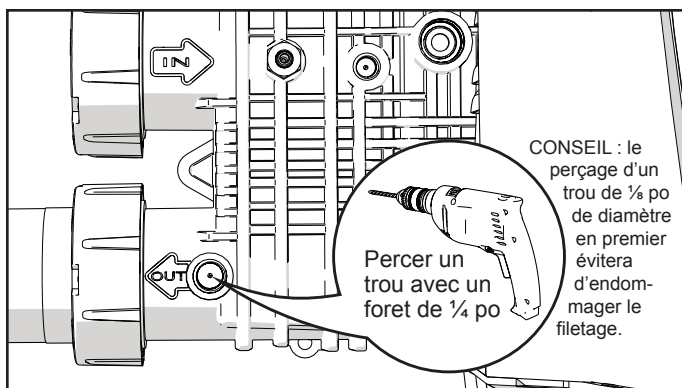

Figure 18. Localisation et perçage du bossage.
8. Localiser le bossage fileté sur l'orifice de sortie du collecteur entrée/sortie (situé à côté de la flèche « out » [sortie]). Voir « Figure 18. Localisation et perçage du bossage.
9. Noter la fossette au centre et au fond du bossage. Utiliser la fossette pour centrer le foret, puis percer un trou de 1/4 po de diamètre au fond du bossage, tout en s'assurant de ne pas endommager le filetage de plastique à proximité. Voir « Figure 18. Localisation et perçage du bossage (CONSEIL : le perçage d'un trou de 1/8 po de diamètre en premier évitera d'endommager le filetage.)